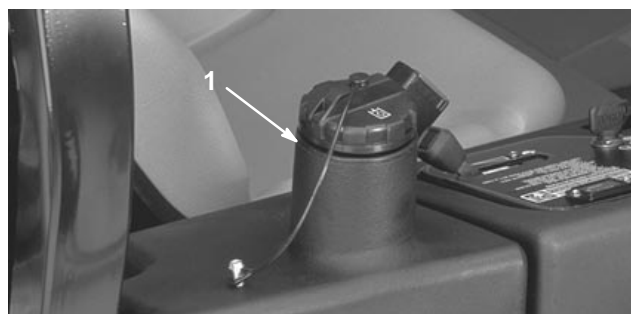

Figure 54
3. Versez approximativement 13,2 l d'huile hydraulique dans le réservoir (Fig. 54) (voir Contrôle du système hydraulique, page 19).